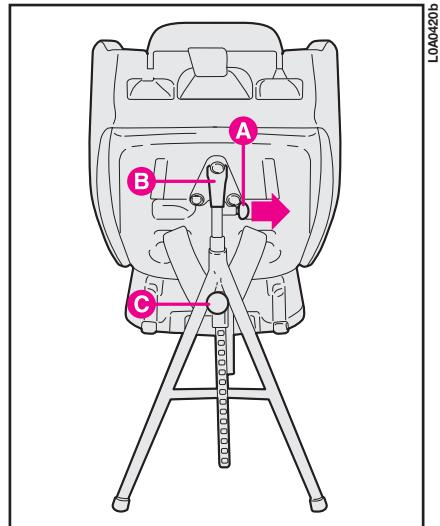

fig. 84
- ponga la pata de sujeción introduciéndola en el soporte **B** (fig. 84), fijado en el respaldo de la silla; para esta operación, tire hacia fuera la ruedecilla **A** (fig. 84), introduzca la pata de sujeción, suelte la ruedecilla **A** y empuje hacia arriba la patilla hasta oír el “clic” de bloqueo del perno;
– afloje completamente la ruedecilla **C** (fig. 84) y alargue las dos patas de sujeción hasta que apoyen completamente en el piso del coche; apriete la ruedecilla **C** en correspondencia a uno de los orificios predispuestos.